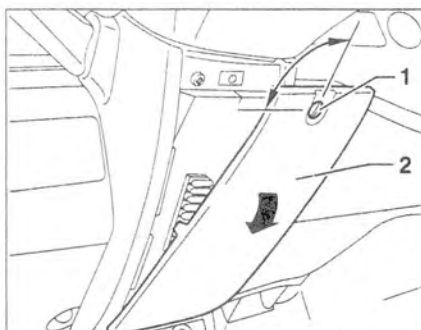

Рис. 5.2. Повернув винт 1 на 90°, снимите крышку 2 блока реле (стрелка).
2. Повернув винт 1 на 90°, снимите крышку 2 блока реле (стрелка) (рис. 5.2).